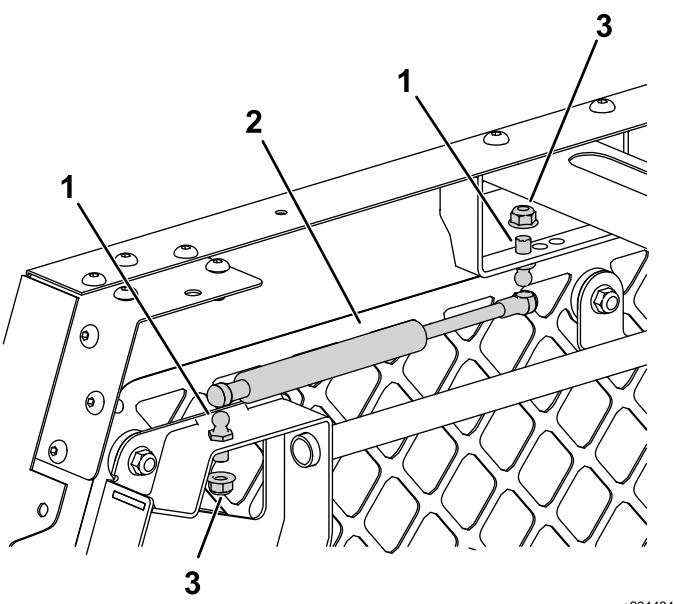

图14
2. 在两侧分别使用 2 个球头螺栓和 2 个凸缘螺母  $5/16$  英寸将弹簧固定到门笼组件和支架安装架最远处的孔图14。